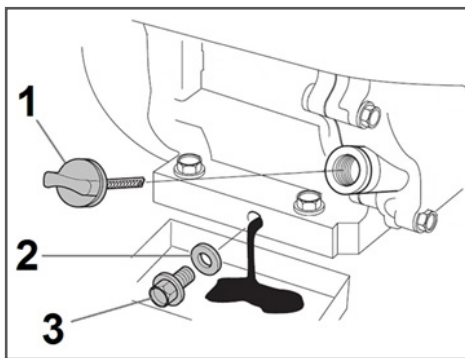

Рис. 16 Замена масла в двигателе
2. Очистите от загрязнений зону вокруг маслосливной горловины. Извлеките крышку-щуп 1 из маслосливной горловины (Рис. 16) и протрите щуп чистой ветошью.
3. Открутите пробку 3 для слива масла и слейте отработанное масло в подготовленную для этого емкость (Рис. 16).